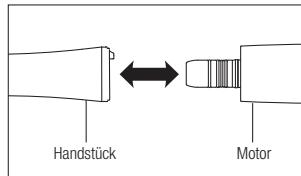

Abb.1
- 1) Das Handstück direkt an den Motor anschließen (Abb. 1). Beim Anschließen eines optischen Handstücks das Handstück drehen, bis es hörbar einrastet.